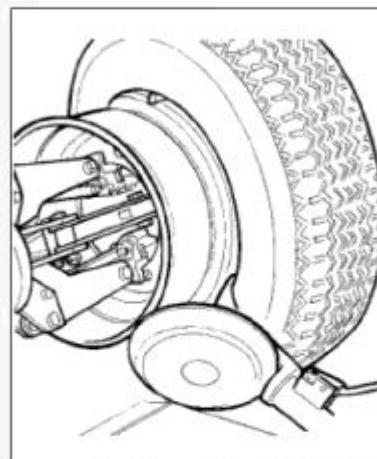

Рисунок 21
- 4) Перемещайте съемный рычаг вперед, пока красная точка не будет на одной линии с внешним краем диска на расстоянии 5 мм от него (см. рис.21). Истановите переносной блок управления в рабочее положение «с».
- 9) Поверните рычаг на 180° при помощи рукятки (см. рис.21).